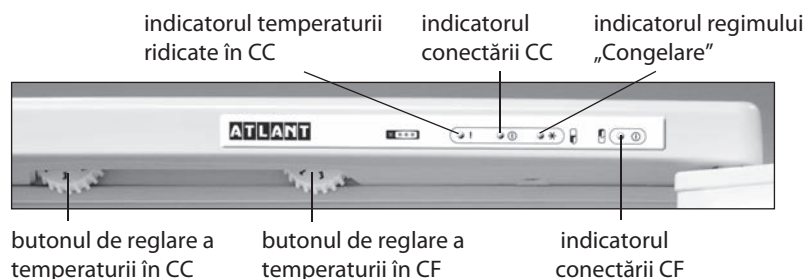

Figura 3 — Mască frigiderului
2.1.2 Frigiderul are indicatori de lumină în conformitate cu figura 3:
La conectarea frigiderului, pe masă se aprind indicatoarele de conectare a camerelor și indicatorul de temperatură ridicată în CC în conformitate cu figura 3. La scăderea temperaturii în frigider indicatorul temperaturii ridicate se va stinge automat.